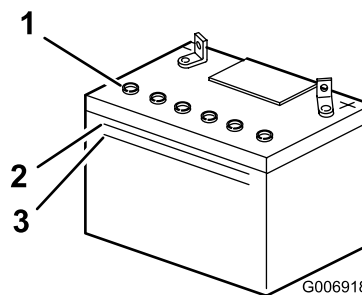

Figure 25
- Observez le côté de la batterie. Le niveau de l'électrolyte doit atteindre le trait supérieur (Figure 25).
Remarque: Le niveau d'électrolyte ne doit pas descendre au-dessous du trait inférieur (Figure 25).
- Enlevez les bouchons d'aération de la batterie (Figure 25)
4. Versez de l'eau distillée avec précaution dans chaque élément jusqu'au repère supérieur (Figure 25) sur le côté de la batterie.
5. Attendez 5 à 10 minutes après avoir rempli les éléments. Au besoin, ajoutez de l'eau distillée pour amener le niveau jusqu'au repère supérieur sur le côté de la batterie (Figure 25).